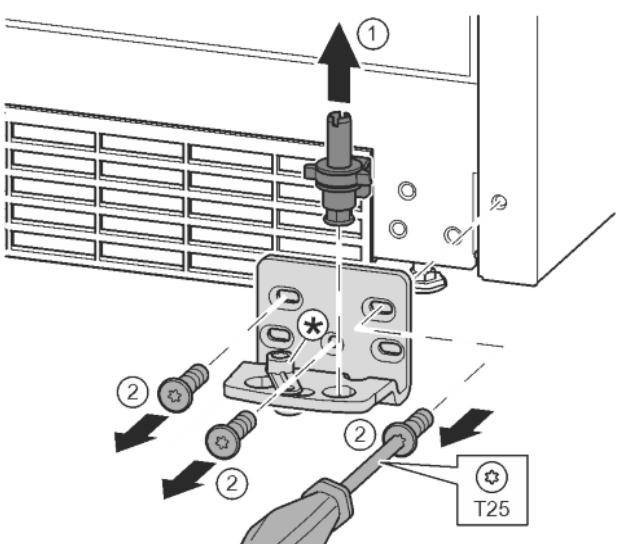

Fig. 16
- Извадете изцяло нагоре лагерния болт. Fig. 16 (1)
- Отвийте винтовете с отвертка T25 и свалете лагерната стойка. Fig. 16 (2)